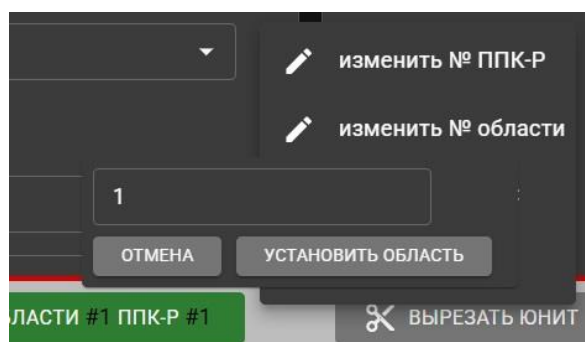

Рисунок 67
5. При нажатии на значок  пункта меню «изменить № области» открывается форма редактирования, где можно задать номер области, к которой нужно привязать эту ведомую область (Рис. 67). Значение по умолчанию – 1. Выбор области происходит аналогично тому, как это описано выше.